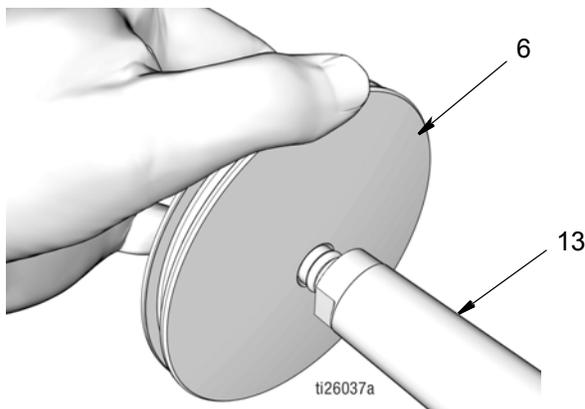

FIG. 47
- c. Empuje el pistón (6) sobre el extremo del vástago del pistón (13) hasta que se asiente en el vástago (FIG. 47).